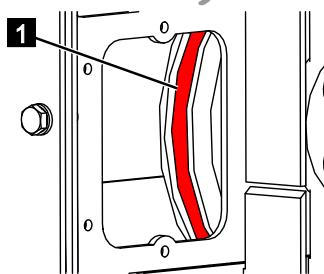

Abb. 255
5. Während das Teleskop ausfährt, an der linken Seite die Seile (Abb.255/1) auf Beschädigungen prüfen und Sprühfett auf die Seile sprühen.